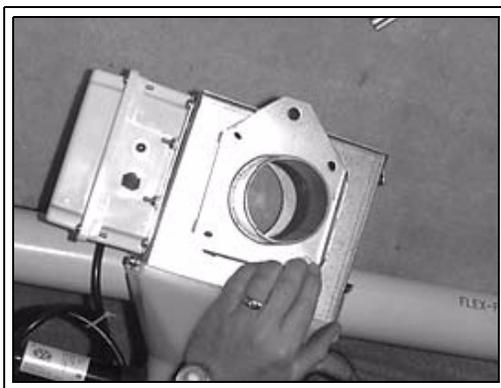

Рисунок 5Q Установка анкера трубы на блоке управления
1. Прикрепите анкер трубы к корпусу блока управления четырьмя (4) болтами 5/16" x 3/4" с плоскими шайбами. *См. рис. 5Q*, на котором приводятся более подробные сведения.
1. Прикрепите анкер трубы к корпусу блока управления четырьмя (4) болтами 5/16" x 3/4" с плоскими шайбами. См. рис. 5Q на стр. 28, на котором приводятся более подробные сведения.
3. Скрепите четырьмя (4) прилагаемыми болтами с шайбами два (2) опорных кронштейна.
4. Прикрепите опору двигателя в сборе к блоку управления четырьмя (4) болтами, уже вставленными в опорный кронштейн и ограждение ремня. Закрепите четырьмя (4) прилагаемыми стопорными шайбами и шестигранными гайками. При необходимости направление вращения двигателя можно изменить, развернув опору двигателя на 180°.